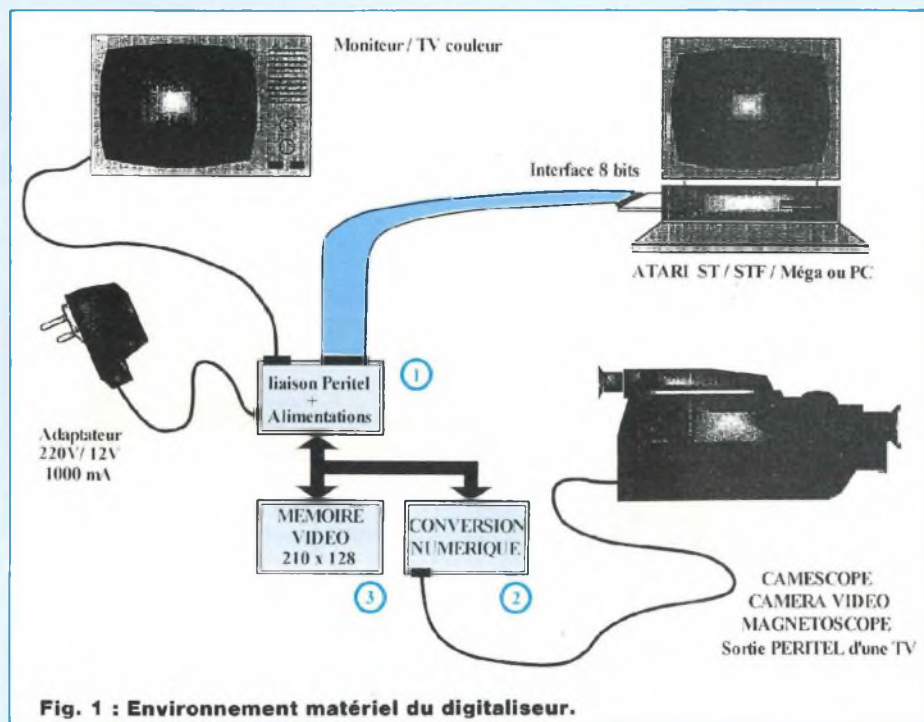

Fig. 1 : Environnement matériel du digitaliseur.
Le schéma fonctionnel de la figure 1 présente l'environnement matériel de la version de base du digitaliseur vidéo. Le digitaliseur nécessite l'interface pour port cartouche (Atari) décrite dans le n°126, ou l'interface pour port parallèle (PC) décrite dans le n°127. Le câble en nappe de l'interface est relié à un circuit imprimé (1) assurant trois principales fonctions : la visualisation sur un moniteur de contrôle, le dialogue avec l'ordinateur et l'alimentation de l'ensemble du digitaliseur. Il pourra fonctionner à partir d'un adaptateur secteur universel (quelle que soit sa polarité) et il est probable que vous en ayez déjà un qui traîne chez vous. Un deuxième circuit (2) est destiné à la séparation des signaux de synchronisation de la source vidéo et à la digitalisation sur 6 bits du signal vidéo. Il fournit également tous les signaux de contrôle à la carte mémoire. Enfin, le troisième module (3) mémorise en continu les trames vidéo numériques délivrées par le convertisseur 6 bits. La source vidéo peut être un caméscope, un portier de villa, une caméra de surveillance, un téléviseur ou un magnétoscope. Comme les signaux de couleur ne sont pas directement différenciés par le digitaliseur, le standard de la source importe peu (PAL, SECAM ou NTSC).